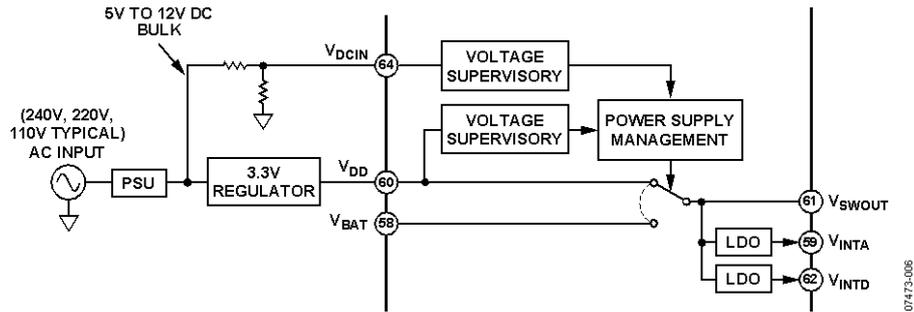

図 8. パワー・マネジメント
- 抵抗分圧回路(図 8 参照)を介して  $V_{DCIN}$  に直接加えられる非安定化パルク電圧が 1.2 V より低下したとき。
- 安定化  $V_{DD}$  電源(図 8 参照)が 2.75 V より低下したとき。